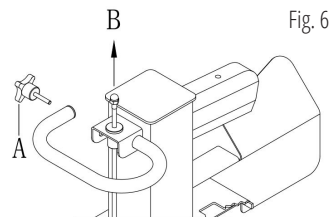

Fig. 6
c). Pentru model KS 8THE V 55/40 deșurubați șurubul (A) cu instrumentul necesar (Fig. 6). Setați limitator de mișcare astfel încât să acționeze ca opritor în poziția dorită. Apoi aranjați șurubul (A).